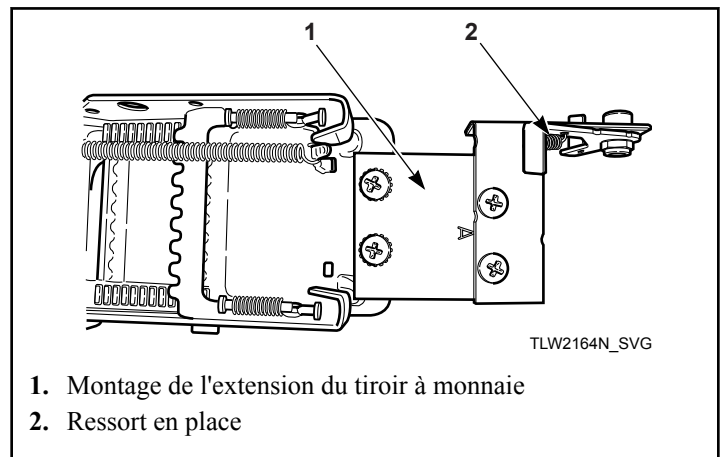

Figure 31
6. Fixer l'extension sur le dessus du tiroir en utilisant les deux vis et les rondelles de blocage qui restent. Placer la rondelle de blocage située au-dessous de la tête de vis au-dessus du support « A ». Se reporter à *Figure 31*.